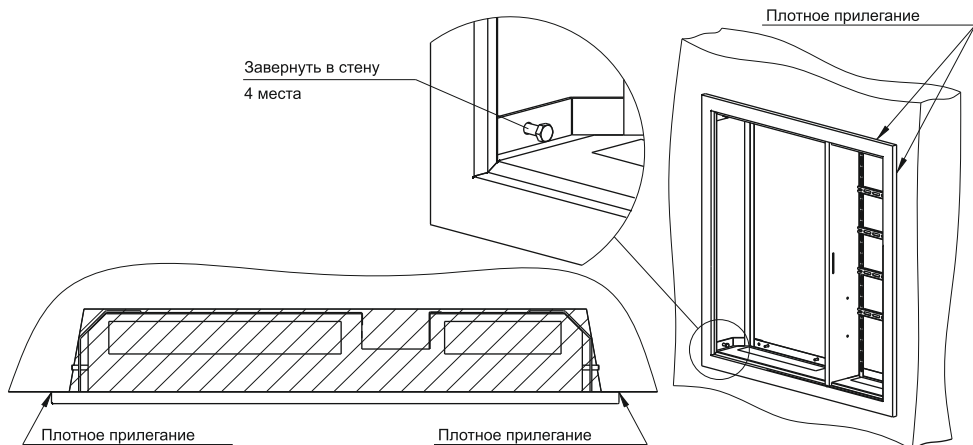

Рисунок 11
4.1 Корпус Щита этажного вставьте в нишу 900х950 мм жилого здания. Края отбортовки фасадной рамки корпуса должны плотно прилегать к стене (рисунок 11).